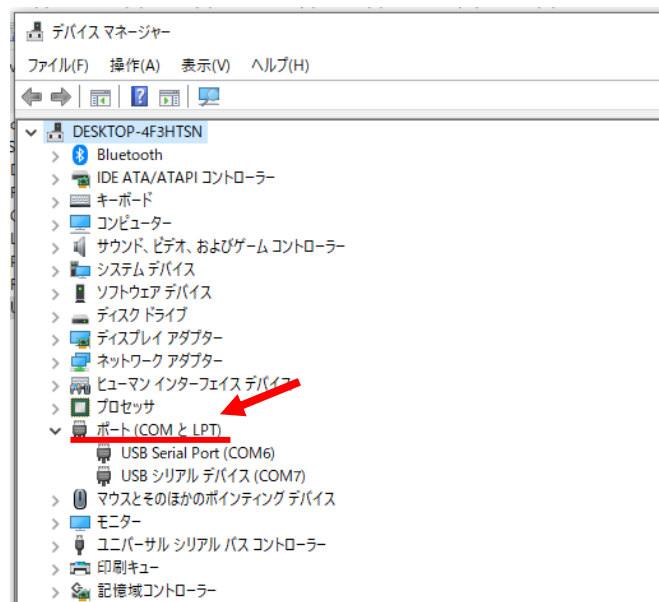

図 35 デバイスマネージャーウィンドウの[ポート(COM と LPT)]
- ⑬ 図 35 のように表示されたウィンドウの[ポート (COM と LPT)]内の[USB Serial Port (COM7)]をもとに、[EtheURG0]または[MeasurementSystem0]のポート名を設定する箇所 に "¥¥.¥COM7" を記述し、[適用]をクリックする。